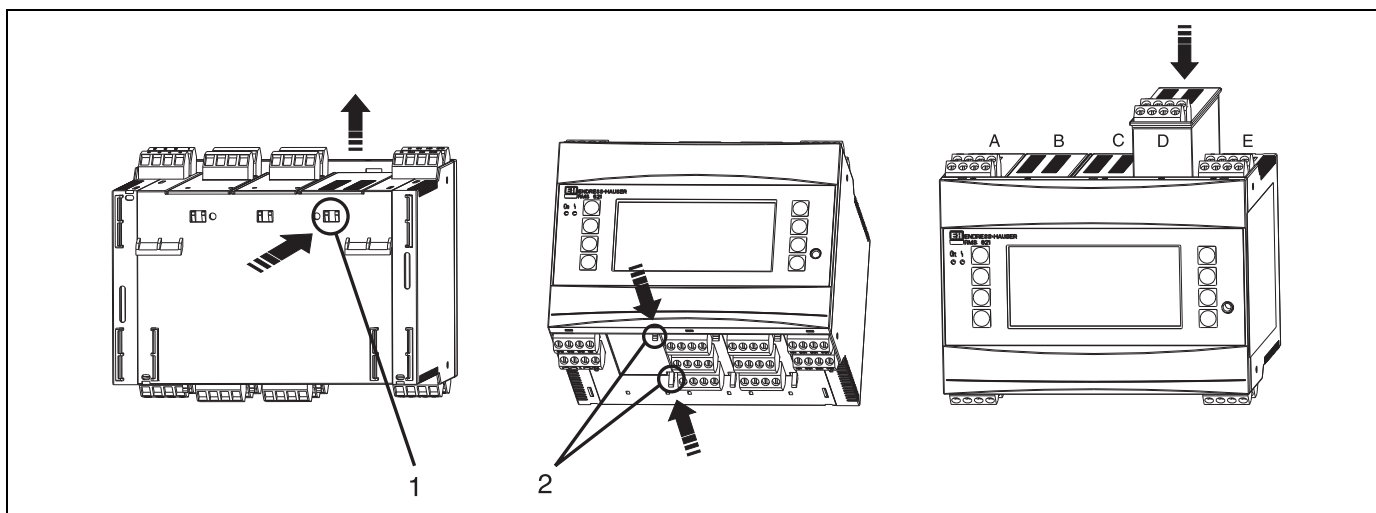

Рис. 5: Установка дополнительного модуля (пример)
Есть возможность дооснастить прибор различными дополнительными модулями. Для этого имеется максимум три слота. Слоты для дополнительных модулей маркируются на приборе как В, С и D (→ Рис. 5).
2. Удалите защитную крышку слота (В, С или D) прибора, одновременно надавливая пальцами на выступающие зубцы снизу контроллера (см. Рис. 5, поз. 2), и, в то же время, нажимая защелку на задней части корпуса (напр. отверткой) (см. Рис. 5 поз. 1). Потом потяните защитную крышку из прибора.
3. Поместите дополнительный модуль в прибор сверху. Дополнительный модуль установлен корректно при условии, что его зубцы и защелка находятся в положении, фиксирующем модуль в корпусе прибора (см. Рис. 5, поз. 1 и 2). При этом клеммы входов дополнительного модуля располагаются сверху и винты терминалов обращены вперед, как на самом приборе.